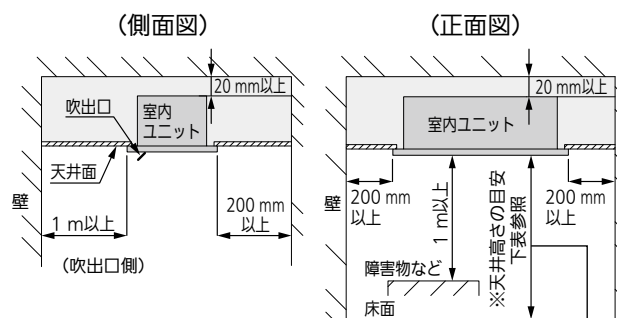

図4
- サービス時の作業用スペースを考慮してください。（図4）
4-5. 室内ユニットと障害物および床面までの距離は図4に従ってください。